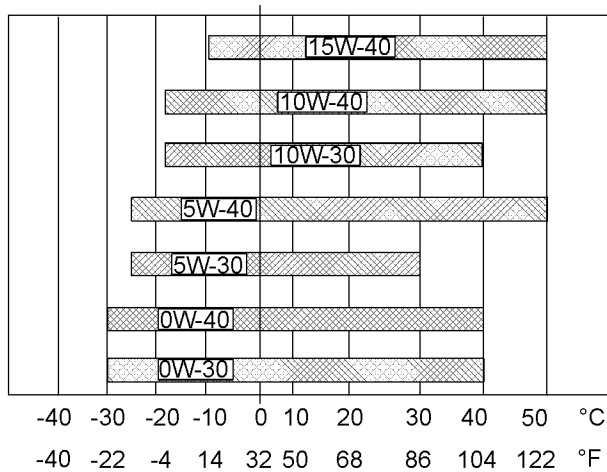

Abbildung 62
Informationen zur Bestimmung der erforderlichen Ölviskosität beim Starten eines kalten Motors sind der Abbildung 62 (Tiefsttemperatur) zu entnehmen.
Zur Bestimmung der notwendigen Ölviskosität für den Motorbetrieb bei der höchsten zu erwartenden Umgebungstemperatur siehe Abbildung 62 (maximale Temperatur).
- Siehe die entsprechenden "Schmierstoffviskositäten". Siehe die entsprechende Abbildung 62, um den richtigen Viskositätsgrad für den Motor zu bestimmen.